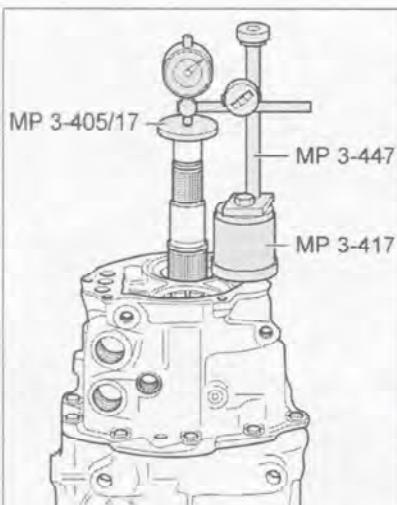

Рис. 7.298. Установите индикатор часового типа. Установите штангу индикатора на приспособление MP 3-405 с предварительным натягом 2 мм и обнулите индикатор.
7. Установите индикатор часового типа (рис. 7.298). Установите штангу индикатора на приспособление MP 3-405 с предварительным натягом 2 мм и обнулите индикатор (рис. 7.298).